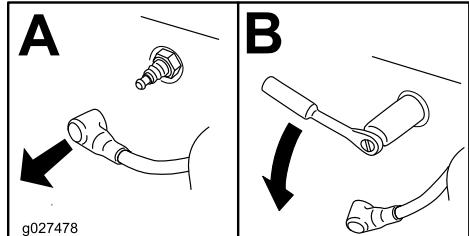

Figura 46
4. Localice y retire la(s) bujía(s), tal y como se muestra en la Figura 46.